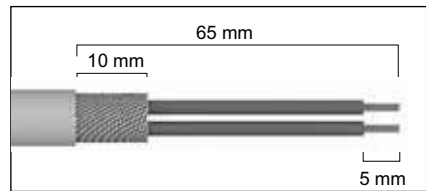

Abb. 3 Vorbereitung der Profibus-Kabel
2. Profibus-Kabel vorbereiten, wie in Abb. 3 dargestellt.